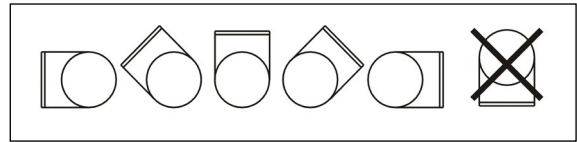

Abb. 2
3. Montieren Sie den Heizer in einem horizontalen oder vertikalen Kanal in einer zulässigen Einbaulage gemäß Abb. 2..
Der Heizer kann in einen horizontalen oder vertikalen Kanal eingebaut werden. Abbildung 2 zeigt zulässige und unzulässige Einbaulagen.